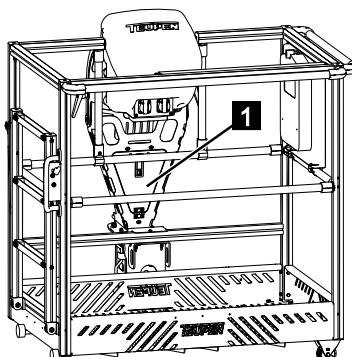

Abb. 216
3. Klappe (Abb.216/1) an der Steuereinheit öffnen.